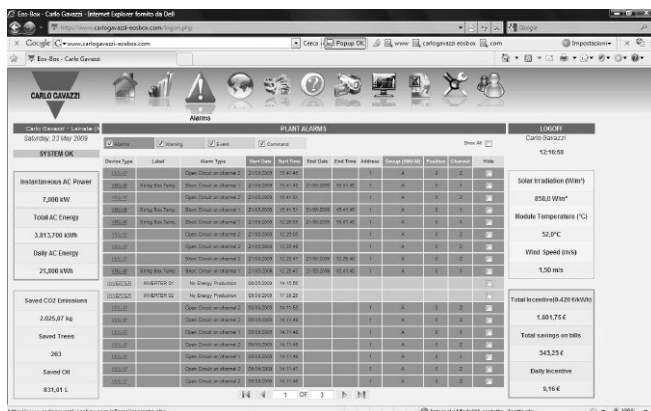

Fig. 12
En cliquant à l'aide de la souris sur la LED, il y a un accès direct à la boucle gérée par Eos-Array. Si la LED est rouge, l'accès ouvre la page Liste Alarmes (Fig.12), si la LED est verte, l'accès ouvre le graphique Boucle (VMU-S) correspondant.
- **Alarmes:** ce sous-menu est utilisé pour configurer la gestion de toutes les alarmes, les étiquettes qui doivent être affichées à la figure 12 et le lien de variables de type anomalies: alarme de priorité haute (alarme), alarme de priorité faible (avertissement), événements et commandes.